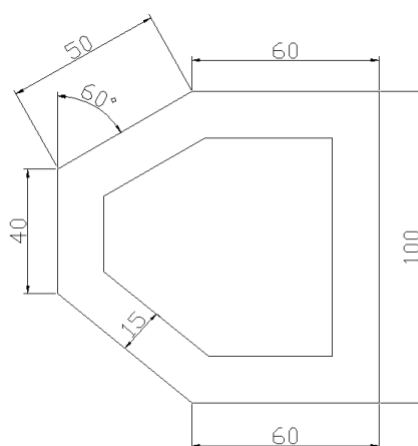

Рис. 6. Команда «Подобие»
9. Выполнить чертеж, используя команду «Подобие» (рис.6)
Выполнить чертежи, используя команды «Копировать» или «Массив» (рис.6,7)